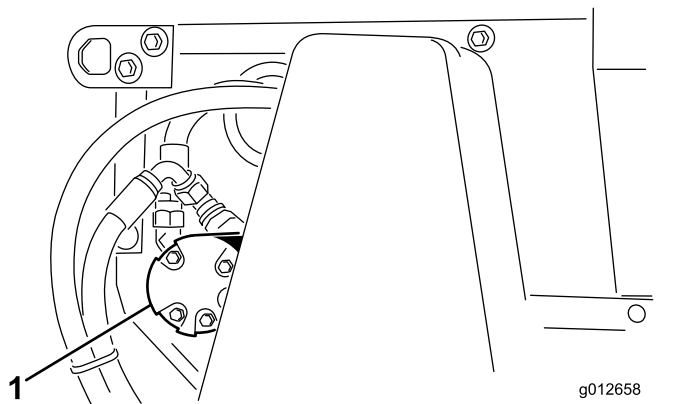

Рисунок 41
2. Ослабьте гайки крепления гидромотора щетки (Рисунок 41) на левой стороне машины.